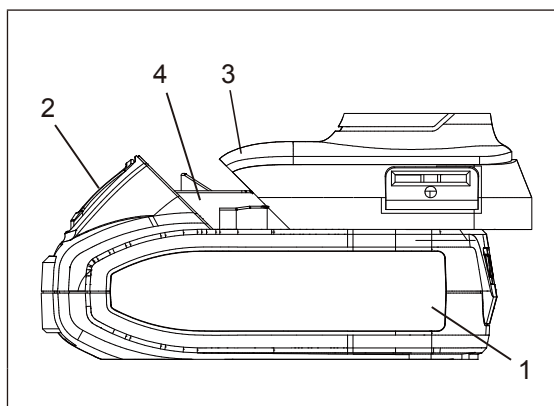

FIG. 3
- Retirez la batterie déchargée (1) de la visseuse à chocs en enfonçant le bouton de dégagement (2) de la batterie vers le bas et en faisant glisser la batterie vers l'arrière jusqu'à ce qu'elle soit dégagée de la poignée (3) de la visseuse à chocs (figure 3).
- Faites glisser la batterie entièrement chargée sur les clés correspondantes (4) dans la poignée de la visseuse à chocs, là d'où la batterie déchargée a été retirée.
REMARQUE : Voir la Fig. 3 pour une procédure complète.